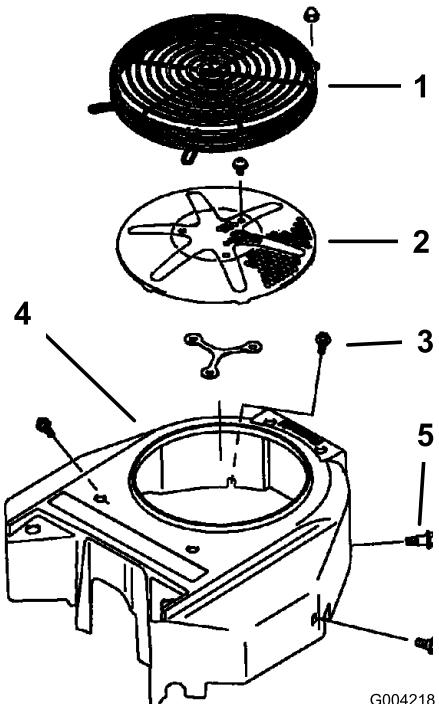

Figura 69
Antes de cada uso, retire cualquier acumulación de hierba, suciedad y otros residuos de la rejilla del motor. Esto ayudará a asegurar una refrigeración adecuada y una velocidad de motor correcta, y reducirá la posibilidad de sobrecalentamiento y daños mecánicos al motor (Figura 69).
3. Retire la rejilla de entrada de aire, el arrancador de retroceso y la carcasa del ventilador (Figura 69).
5. Instale la rejilla de entrada de aire, el arrancador de retroceso y la carcasa del ventilador (Figura 69).